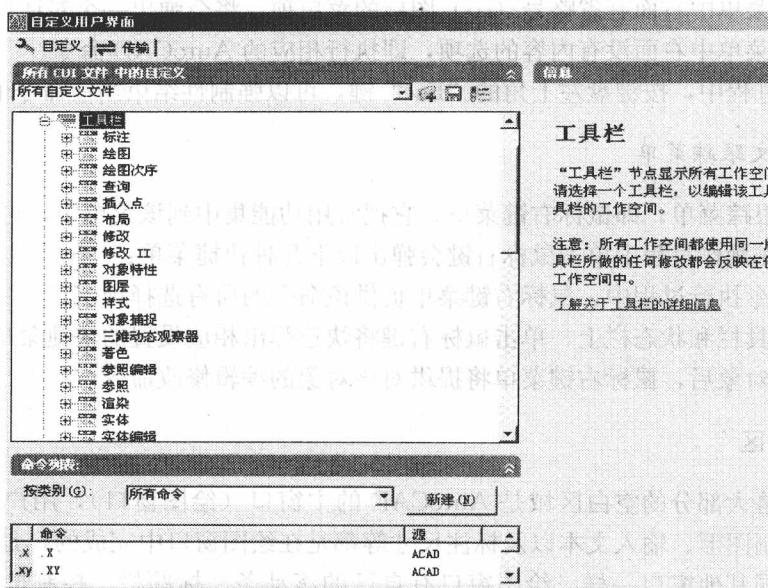

图 1.8 “自定义用户界面”对话框
- 2) 单击下拉菜单“视图 (V) → “工具栏 (O)”，弹出如图 1.8 所示的“自定义用户界面”对话框，利用该对话框，可以根据需要创建自定义工具栏。